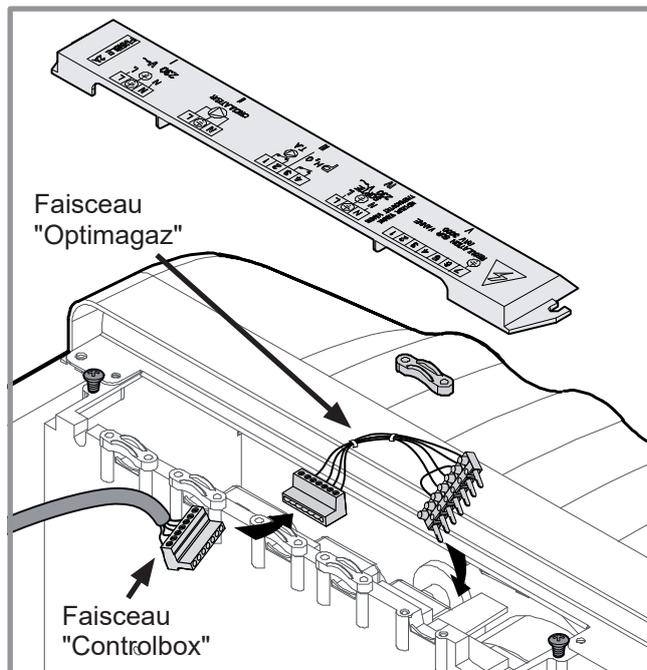

figure 15 - Optimagaz 3000
- Desserrer les vis et extraire le couvercle du tableau de contrôle (figure 15).